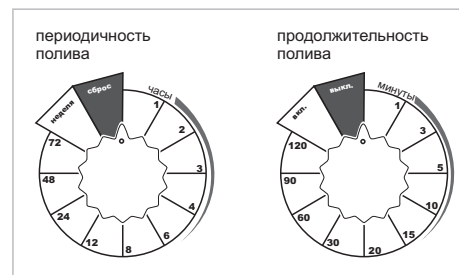

Рис. 4
1. Для новой программы переключите таймер (продолжительность полива) в положение "Выкл."(см. Рис.4)